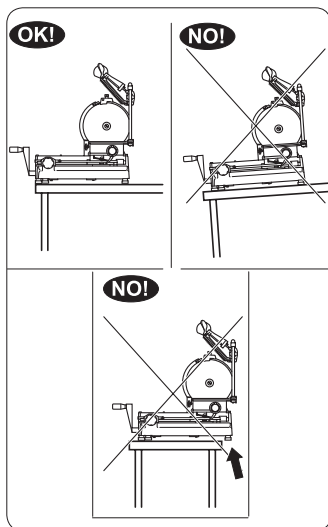

Abb. 5 - Positionierung der Aufschnittmaschine
#### Positionierung der Aufschnittmaschine (Abb. 5)
- Wird kein Sockel (optional) benutzt, muss die Aufschnittmaschine vorsichtig angehoben und auf einer ebenen (Abb. 5), trockenen und für das Gewicht derselben und der zu schneidenden Ware geeigneten Fläche positioniert werden (s. „Technische Eigenschaften“).